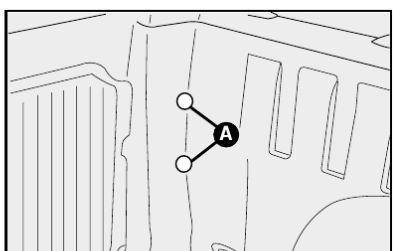

fig. 28
1) remover as tampas de borracha **A-fig. 28**, para ter acesso aos parafusos de fixação da lanterna.